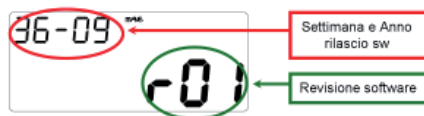
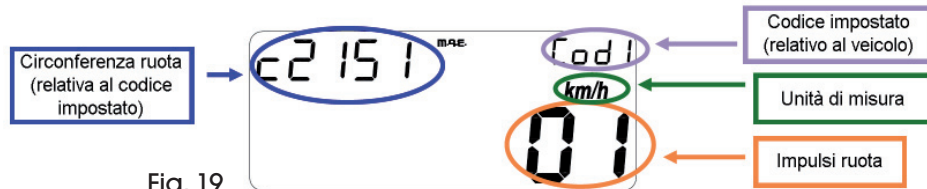

Fig. 17
Fig. 19
- I^a página (cada vez que se conecta con la batería del vehículo): Versión y fecha de lanzamiento del software (durante aprox. 3 segundos) (fig. 17).
- III^a página (sólo en cada encendido del instrumento): Visualización de los parámetros programados (fig. 19).
- I^a page (à chaque branchement avec la batterie du véhicule): Version et date de délivrance du logiciel (pendant environ 3 secondes) (fig. 17).
- III^a page (à chaque allumage de l'instrument): Affichage des paramètres programmés (fig. 19).
- Visualización de las pantallas como se indica en las fig. 17 y fig. 19 durante aprox. 3 seg.
- Affichage des pages d'écran comme sur la fig. 17 et fig. 19 pendant environ 3 sec.